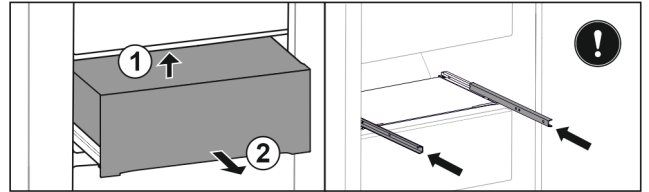

Fig. 37
- ▶ Sollevare il cassetto dal basso sul lato posteriore. Fig. 37 (1)
- ▶ Rimuovere il cassetto tirandolo in avanti. Fig. 37 (2)